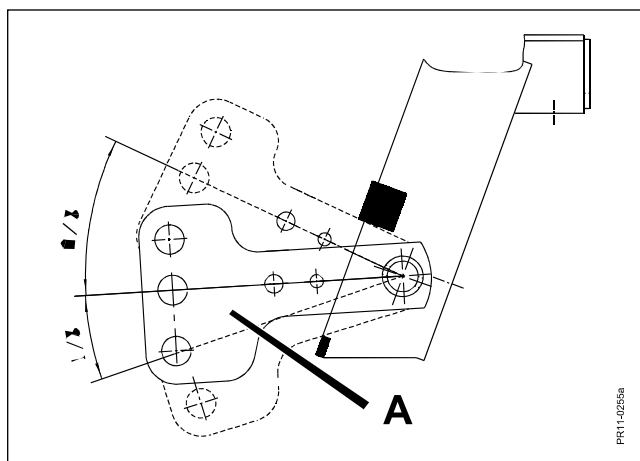

Fig. 2-3
- Fig. 2-3** c) El acoplamiento se realiza así que la capacidad de seguimiento del terreno es óptima ya que el balancín **A** en lo posible tiene que poder moverse 1/3 hacia abajo y 2/3 hacia arriba.